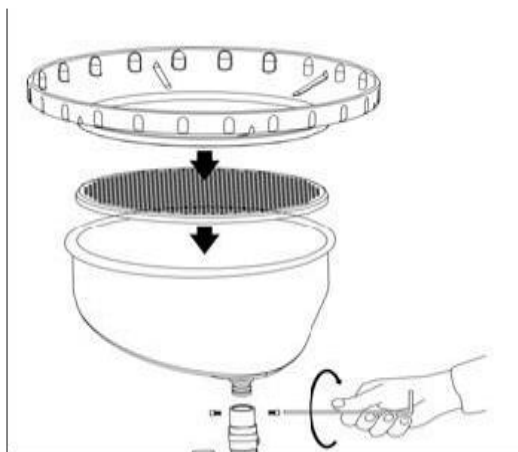

РИС. 1
- b) РИС. 1 Установите и закрепите маслосборник, фильтр и расширительную воронку.